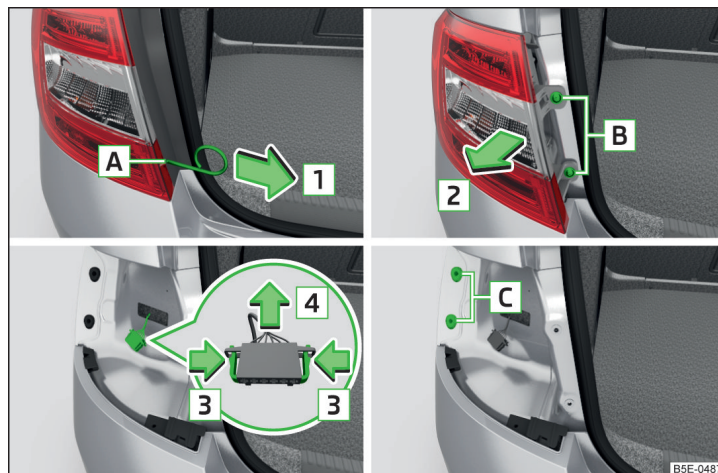
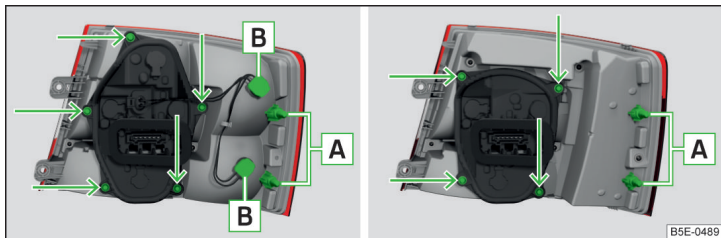

Fig. 250 Démontage des lampes / retrait de la fiche
Fig. 251 Partie extérieure de l'ampoule : ampoule principale / ampoule à DEL
- Insérez l'étrier dans l'orifice [A]1) » fig. 250 pour retirer les enjoliveurs intégraux de roue » page 224, *Outils de bord*.
- Insérez l'ampoule avec les tourillons **A** » fig. 251 à la page 248 dans les orifices **C** » fig. 250 de la carrosserie.
- Faites tourner la douille de l'ampoule **B** » fig. 251 jusqu'en butée en sens **antihoraire** et retirez-la du boîtier de la lampe.
- Dévissez le porte-ampoule » fig. 251 à l'aide du tournevis faisant partie de l'outillage de bord et retirez le porte-ampoule du bloc optique arrière.